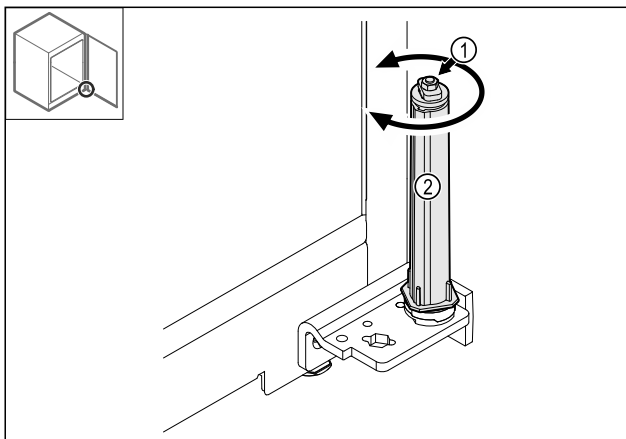

Fig. 40
- ▶ Не розбирайте гвинтове з'єднання Fig. 40 (1) запірного механізму.
- ▶ Поверніть запірний механізм Fig. 40 (2) до відсутнього клацання.